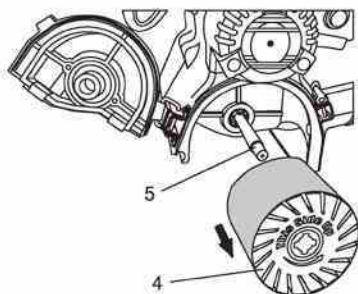

Fig. 2
2. Dégagez le morillon DROIT de la couverture du rouleau (3).
3. Tirez sur la couverture pour la sortir du carter principal et faites-la basculer vers l'avant de l'outil en utilisant le morillon GAUCHE comme charnière (Fig. 2).
4. Glissez le rouleau (4) hors de la tige (5).